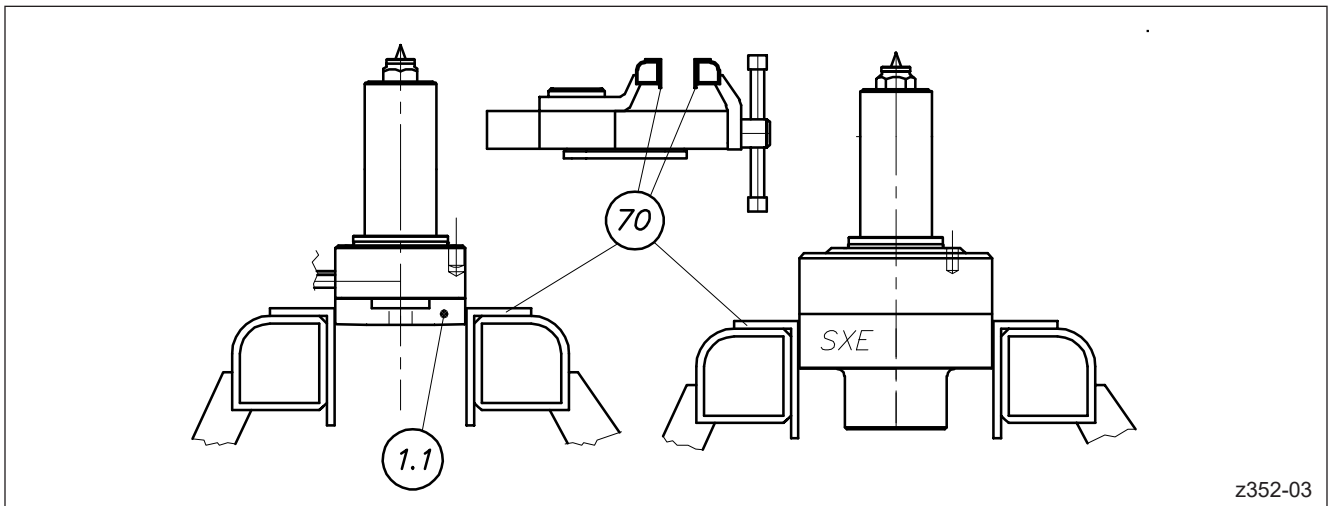

Abbildung 55: Einspannen der ausgebauten HPS III Düse im Schraubstock
Die Düse muss immer am Druckrohr (Pos. 1.1) eingespannt werden. Eine HPS III-SXE Einzeldüse wird am Körper eingespannt (vgl. Abbildung 55).
1. Für den Spitzenwechsel innerhalb des Werkzeugs Konturplatte (Pos. 56) in kaltem Zustand entfernen. Für den Spitzenwechsel bei ausgebauter Düse diese in den Schraubstock einspannen (vgl. Abbildung 55) und an ein Heißkanalregelgerät anschließen.
1. Für den Spitzenwechsel innerhalb des Werkzeugs Konturplatte (Pos. 56) in kaltem Zustand entfernen. Für den Spitzenwechsel bei ausgebauter Düse diese in den Schraubstock einspannen (vgl. Abbildung 55) und an ein Heizkanalregelgerät anschließen.